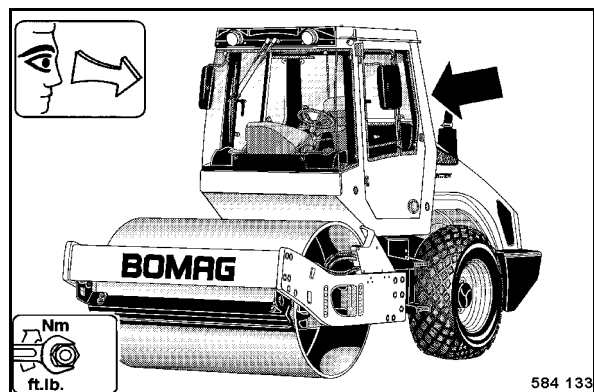

Fig. 179
- Vérifier l'état de la cabine et en particulier celui de la structure du ROPS (Fig. 179) (fissures, rouille, détériorations) et l'intégralité des pièces de fixation.